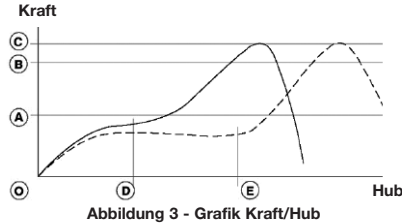

Abbildung 3 - Grafik Kraft/Hub
- Die Position des Mundstückes ist gem. Abb. 3 einzustellen.